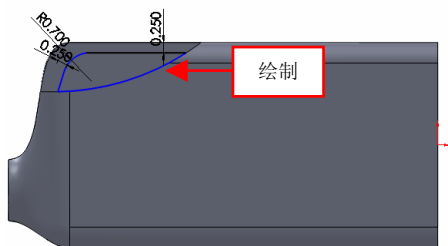

图 16-27 绘制草图对象
(3) 单击【拉伸切除】按钮，选取右视基准面，进入草图绘制环境，绘制草图对象，如图 16-27 所示。